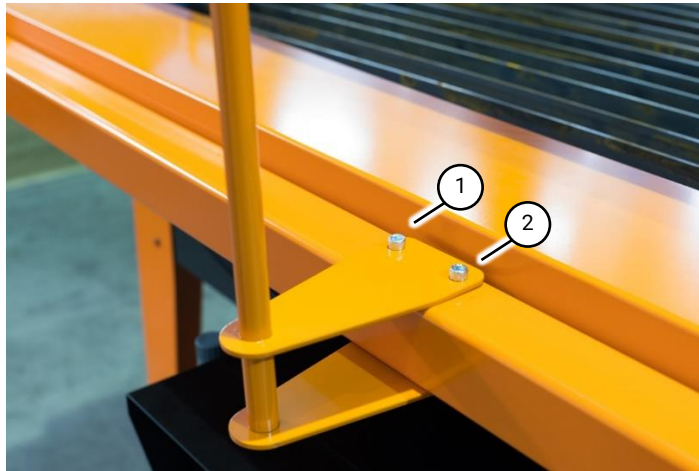

Fig 20 Support de câble
1. A l'arrière de la table, placez le support de câble et fixez-le à l'aide des vis fournies dans le kit de fixation (Fig 20 (1) & (2)).